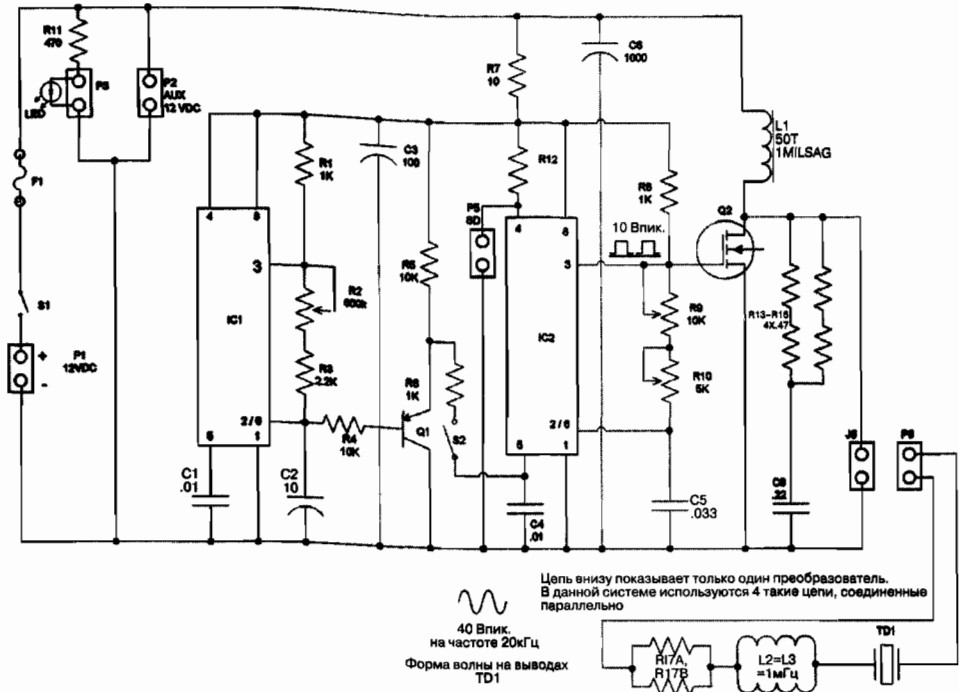

Рис. 28.2. Схема фазерного защитного устройства с созданием болевого поля
Таймер качания частоты IC1 и управляемый генератор IC2 выполнены по схеме мультивибратора на таймере 555 (рис. 28.2).
3. Подключите щуп осциллографа к выводу 3 IC2. Поверните ось переменного сопротивления R9 вправо на небольшой угол и наблюдайте прямоугольную форму сигнала (см. рис. 28.2). Поверните ось R9 полностью по часовой стрелке, настройте R10 на период повторения 50 мкс. Это устанавливает диапазон ультразвуковых частот 20 кГц.